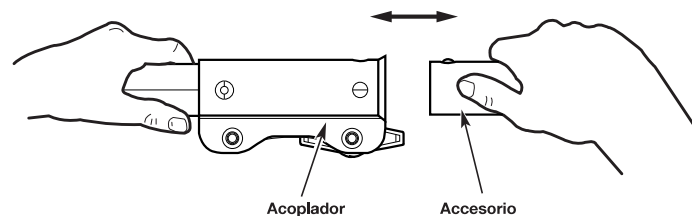

Fig. 6
5. Empuje el accesorio en el acoplador hasta que el botón de liberación se enganche firmemente en el primer orificio (Fig. 6).
4. Tire del accesorio hasta sacarlo del acoplador (Fig. 6).